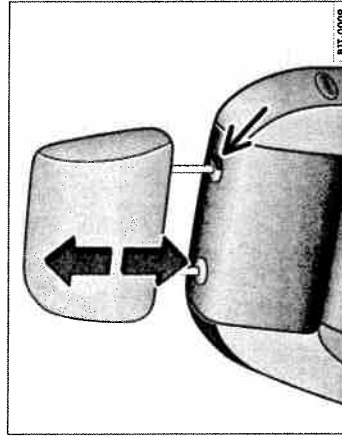

Fig. 57 Reglarea sau demontarea tetierelor din față.
- Împingeți tetiera în sus în sensul săgeții sau apăsați tasta ⇒ fig. 57 (săgeata) sau ⇒ fig. 58 (săgeata) și împingeți-o în jos. Înălțime corespunzătoare ⇒ pagina 79.
- Mențineți apăsată tasta ⇒ fig. 57 (săgeata), resp. ⇒ fig. 58 (săgeata) și scoateți tetiera simultan.